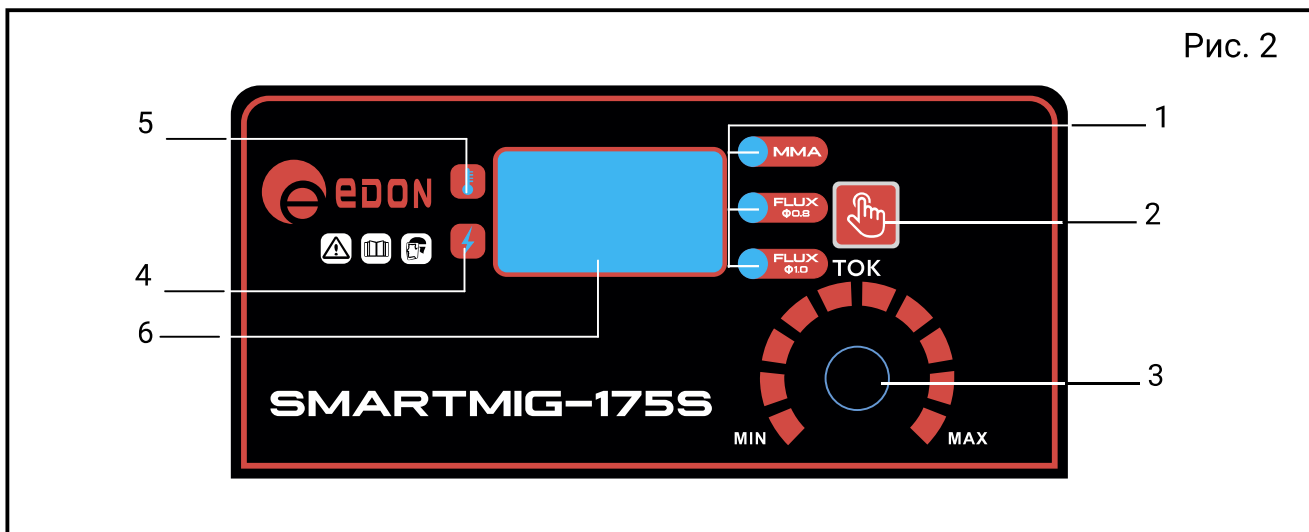

Рис. 2
Для начала работы выберите необходимый режим сварки нажав на кнопку (рис. 2, поз. 7), в зависимости от используемой сварочной проволоки или электродов предусмотрено несколько режимов:
7.1.3 После подключения сварочного инвертора к сети, для включения необходимо перевести выключатель (рис. 1, поз. 10) в положение «вкл.», после чего загорится индикатор включения (рис. 2, поз. 4).